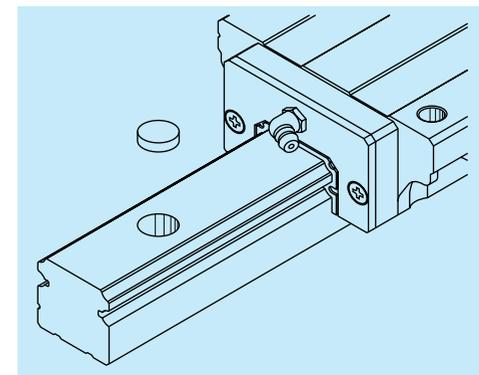

图 7.4
- 导轨安装在工作台后，要塞住螺纹孔，使孔部不能留存异物，防止异物进入滑块内（图 7.4）